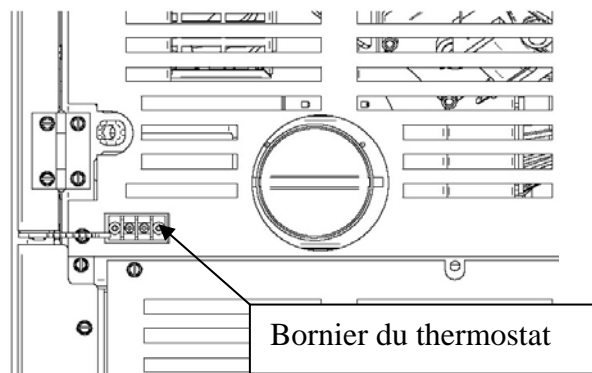

Figure 40
- Branchez les deux fils du thermostat aux bornes situées sur le dos du poêle. Pour ce faire, il suffit de dévisser légèrement les deux vis et d'insérer les deux fils sur chaque borne. Serrez les deux vis (voir Figure 40).